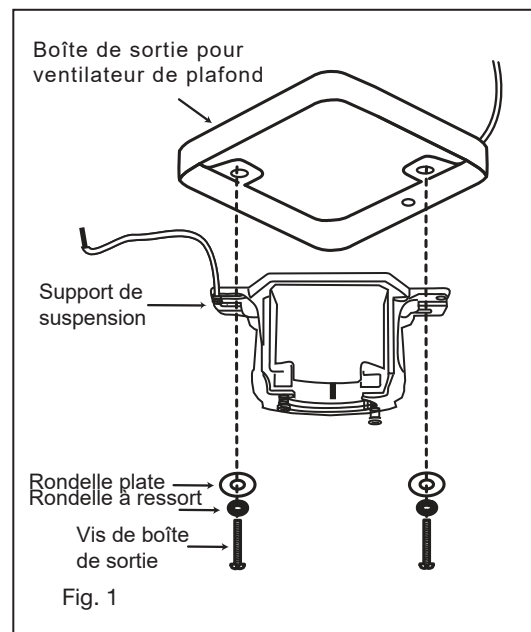

Fig. 1
- 1 Retirez la bille de la tige descendante en desserrant la vis de réglage sur le côté de la bille. Faites glisser la bille vers le bas et retirez la goupille à billes; retirer la bille. (Fig. 1)